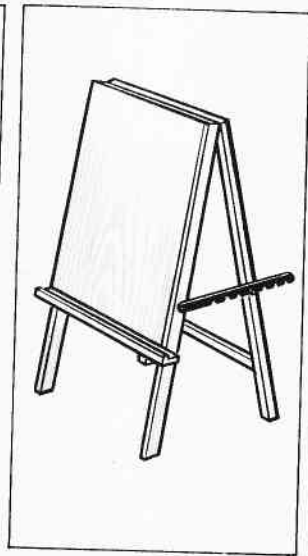

Рис. 25. Ученический мольберт.
**Ученический мольберт** (рис. 25) предназначен для рисования и представляет собой рисовальную доску с откидными ножками. Ри-